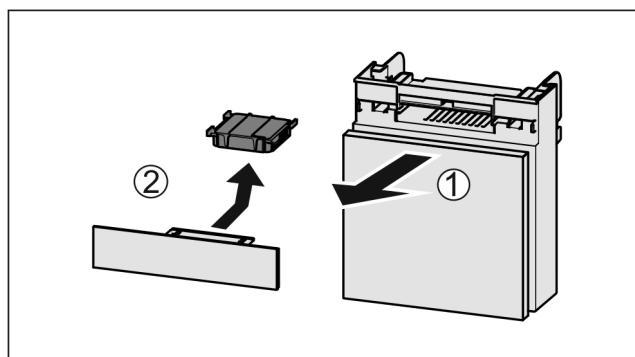

Fig. 123
- Издърпайте Fig. 123 (1) напред от отделението.
- Извадете Fig. 123 (2) филтъра с активен въглен.